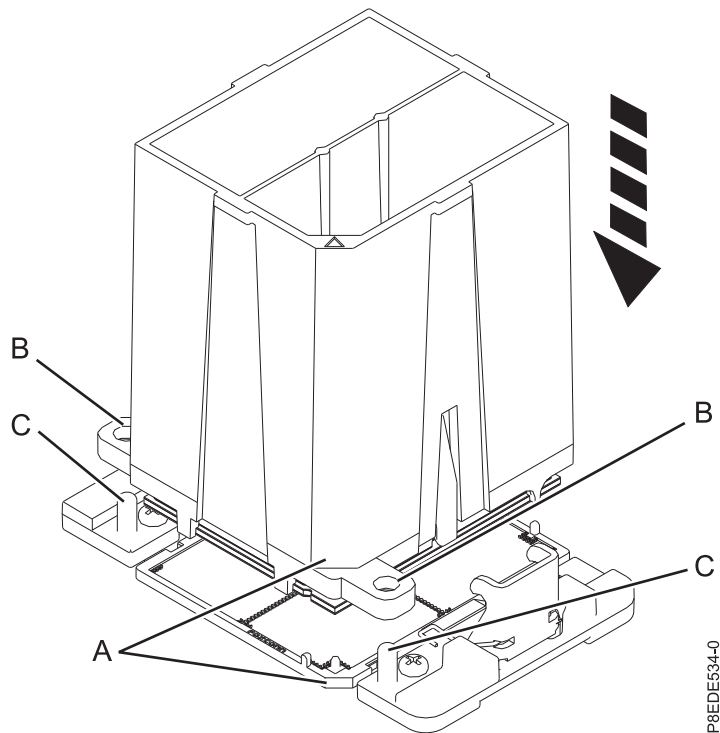

Abbildung 13. Installieren des Systemprozessormoduls
- b. Senken Sie das Werkzeug und das Systemprozessormodul auf das Socket ab. Richten Sie die abgeschrägte Ecke (A) des Werkzeugs an der abgeschrägten Ecke des Sockets aus. Stellen Sie sicher, dass die beiden Führungsstifte (C) auf jeder Seite des Werkzeugs in die für die Ausrichtung vorgesehenen Löcher (B) eingeführt werden. Gehen Sie vorsichtig vor, damit das Werkzeug gleichmäßig abgesenkt und nicht gekippt wird. Siehe Abb. 13 auf Seite 15.